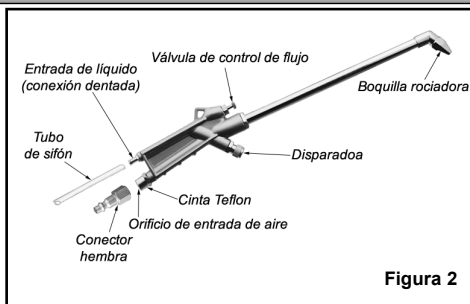

Figura 2
- Instale un conector hembra NPT de 1/4" (no incluido) en el orificio de entrada de aire de la herramienta (ver Figura 2). **Nota: Utilice cinta Teflon® en todas las conexiones de rosca.**
- Cierre la válvula de control de flujo (la perilla en la parte externa de la pistola para limpieza de motores; ver Figura 2).
- Una el tubo de succión (incluido con esta herramienta) con la conexión dentada de entrada de líquido en la parte posterior de la pistola para limpieza de motores (ver Figura 2).
- Abra la válvula de control de flujo (la perilla en la parte externa de la pistola para limpieza de motores; ver Figura 2) con tres giros completos.